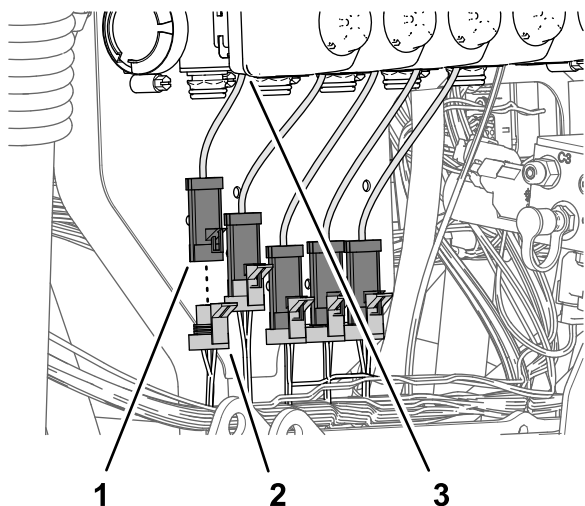

图116
2. 将标有喷嘴阀 1 的 89cm 套件线束支管的 3 插槽接头图116接入最左边阀致动器的 3 针接头。
3. 将标有喷嘴阀 2 的 89cm 套件线束支管的 3 插槽接头图116接入阀致动器位置 2 的 3 针接头。
4. 将 89cm 套件线束支管的其余 3 插槽接头接入阀致动器的 3 针接头图116。